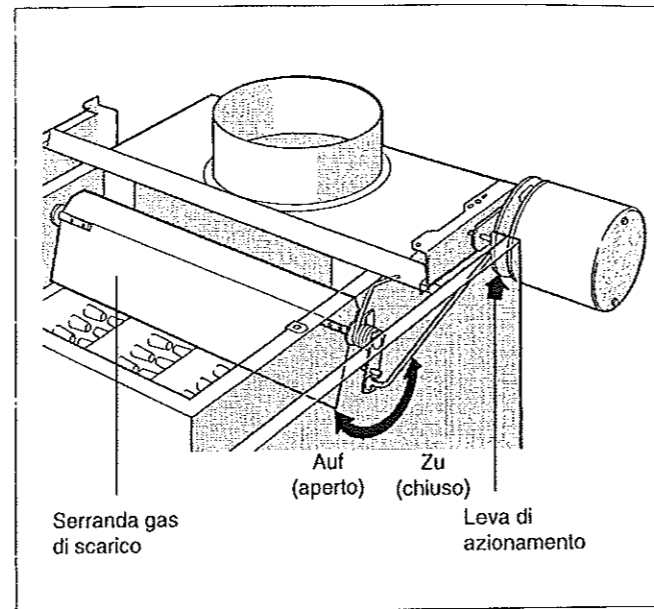

Fig. 16: Serranda dei gas di scarico
- Alla richiesta di calore, la serranda deve portarsi in posizione "AUF" (=APERTO). Verificare il cambiamento dal movimento della leva di azionamento (Fig. 16). Il bruciatore può entrare in funzione soltanto quando sia stata raggiunta la posizione terminale "AUF" (APERTO).